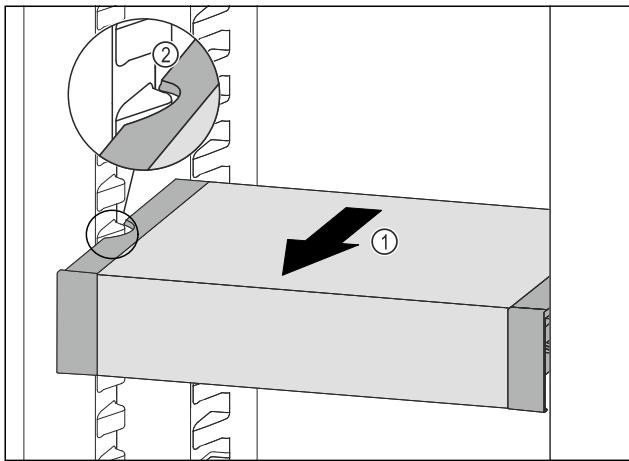

Fig. 108
- ▶ Издеглете VarioSafe напред Fig. 108 (1), докато страничните прорези на VarioSafe се намират на височината на реброто на съда в хладилната част. Fig. 108 (2)